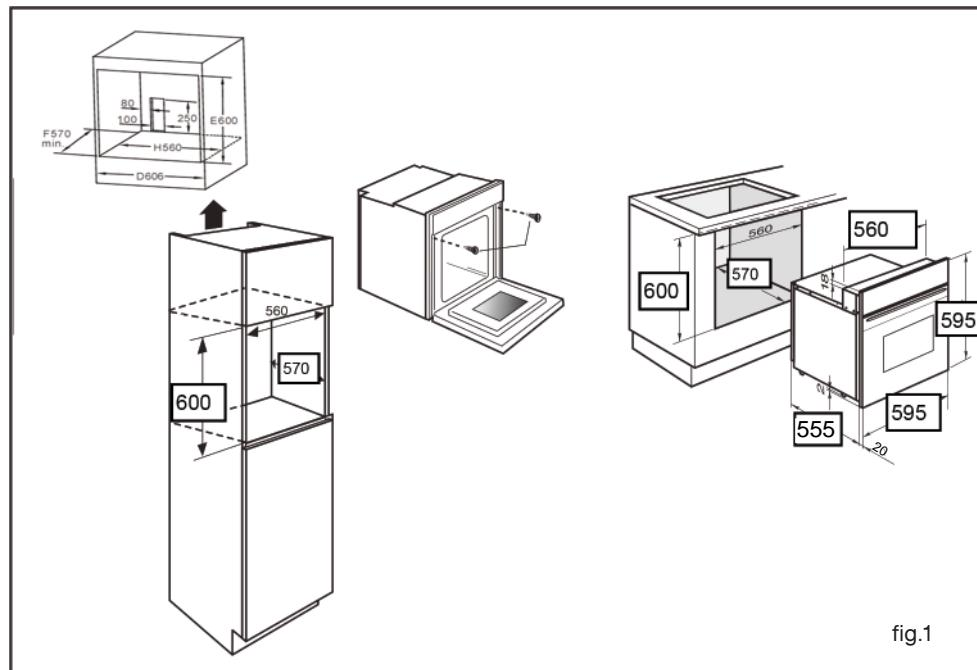

fig.1
- Para una mayor estabilidad, el horno debe fijarse en el mueble mediante 2 tornillos a través de los agujeros previstos en los raíles laterales (fig.1).